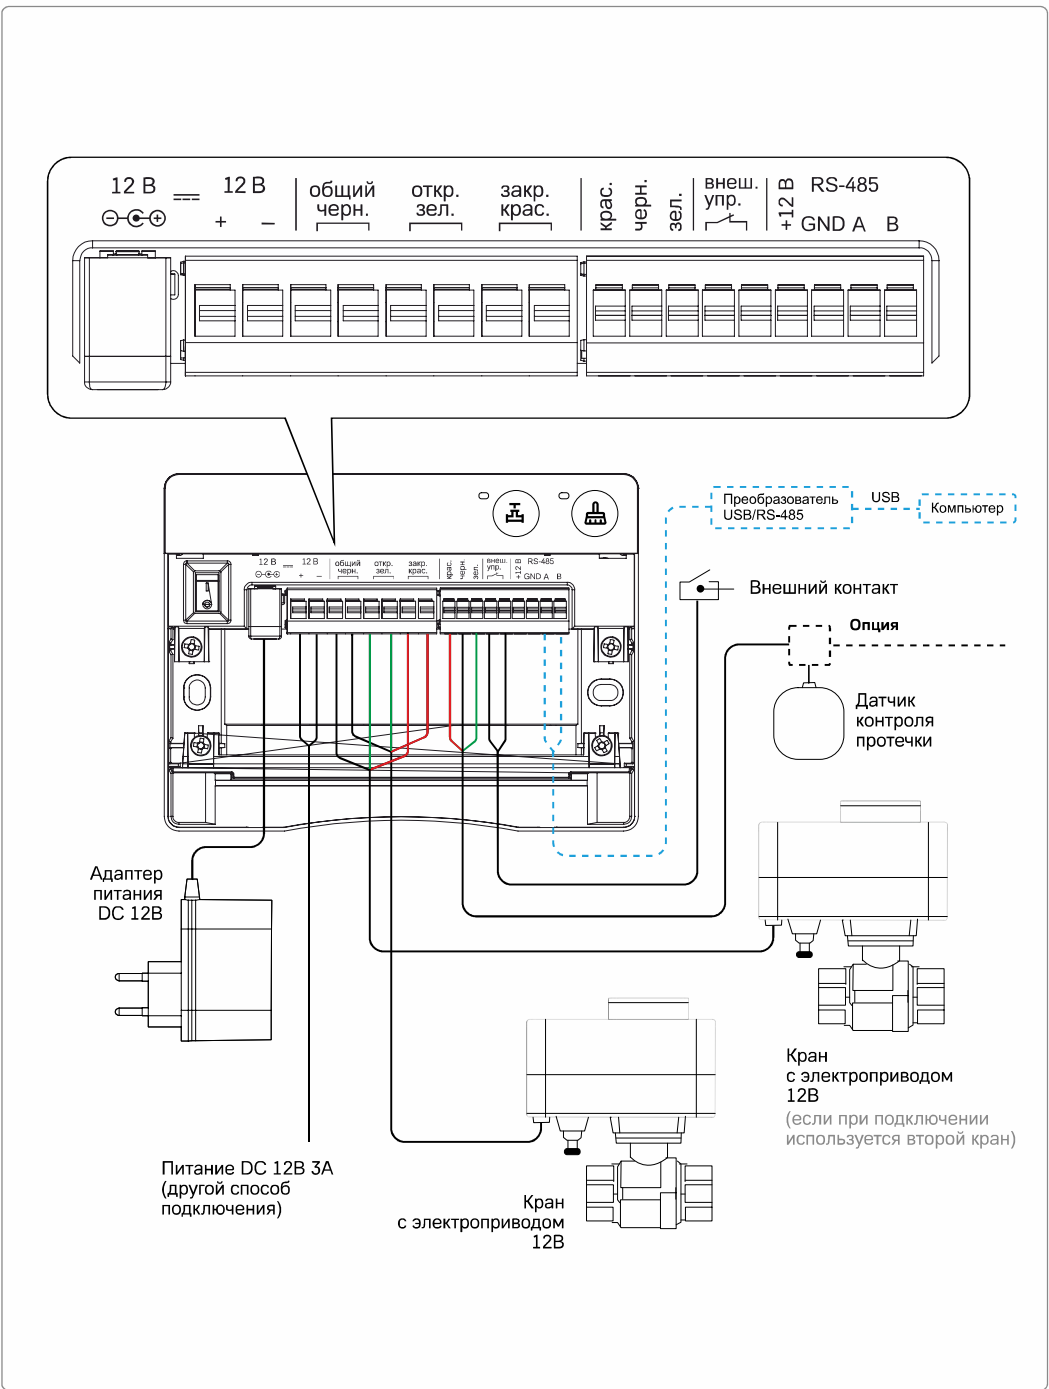

Рисунок 3. Схема подключения кранов шаровых с электроприводом, датчика контроля протечки воды и блока питания к модулю управления
- Снимите лицевую крышку модуля (если не выполнили это в п. 2). Выполните соединение проводов в соответствии со схемой подключения (рис. 3). Зафиксируйте